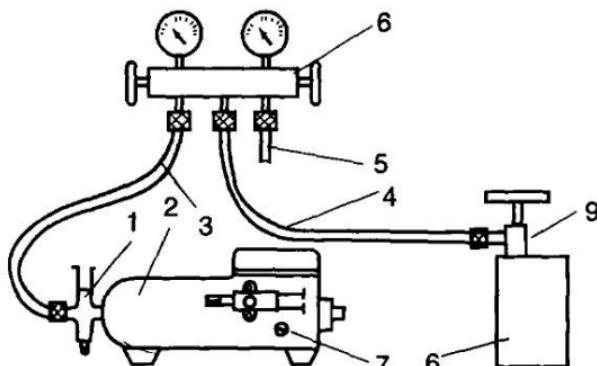

Рис. 122. Добавление масла в систему при помощи масляного насоса:
11.3.9. Перекачивают масло в систему до достижения требуемого уровня (рис. 122).